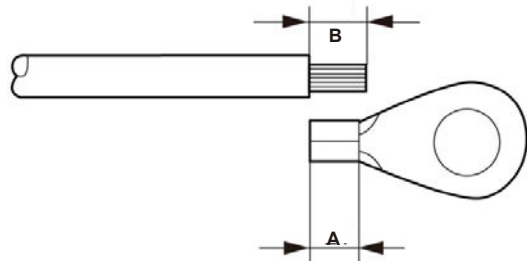

Figure 5.8 Longueur appropriée
- 3) Dénudez l'isolant du câble de mise à la terre sur une longueur appropriée (voir la figure 5.8).